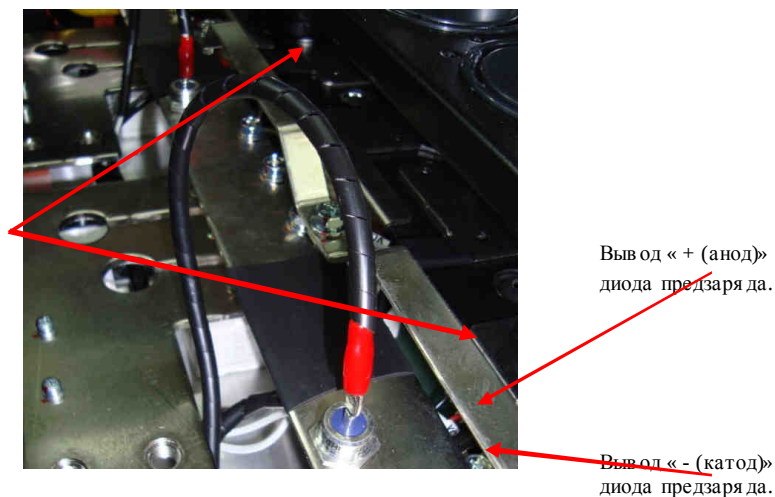

Рис. 4.14.
4.10.3. Проверить диоды предзаряда (рис. 4.14), подсоединяя к его выводам мультиметр в режиме «Прозвонка диода» (чтобы получить доступ к выводу «+ (анод)» диода предзаряда, изолирующую трубку с вывода необходимо сдвинуть). Если диод предзаряда исправен, то при прямой проводимости показания прибора должны составлять 0,3 – 1,0, при обратной проводимости - «обрыв цепи». При иных показаниях прибора диод предзаряда считается неисправным и подлежит замене.